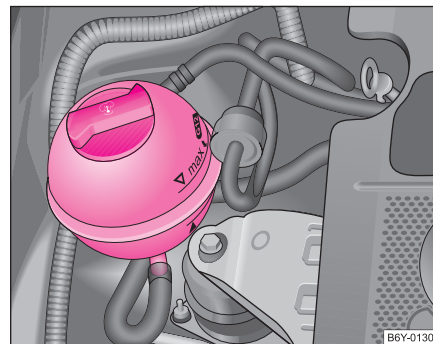

Fig. 143 Compartimentul motor: Vasul de expansiune al lichidului de răcire
- Verificați nivelul lichidului de răcire din vasul de expansiune ⇒ fig. 143. Când motorul este rece, nivelul lichidului de răcire trebuie să se afle între marcajele „MIN” și „MAX”. Când motorul este cald, nivelul lichidului de răcire poate fi și puțin peste marcajul „MAX”.
- Puneți o lavetă pe capacul vasului de expansiune ⇒ **pagina 197, fig. 143** și desfaceți capacul **cu grijă** spre stânga ⇒